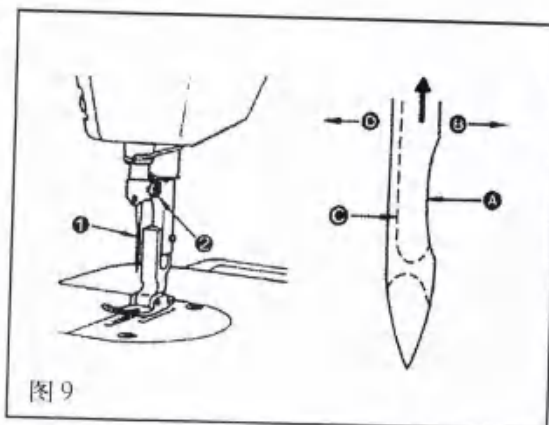

图9
7. 机针的装法 (图9) ATTACHING THE NEEDLE (FIG.9)